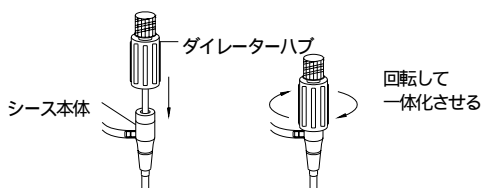

図1
3. シースに段付ダイレターを慎重に挿入し、ダイレターハブを時計方向に回して締め込み、シース本体と一体化する(図1参照)。